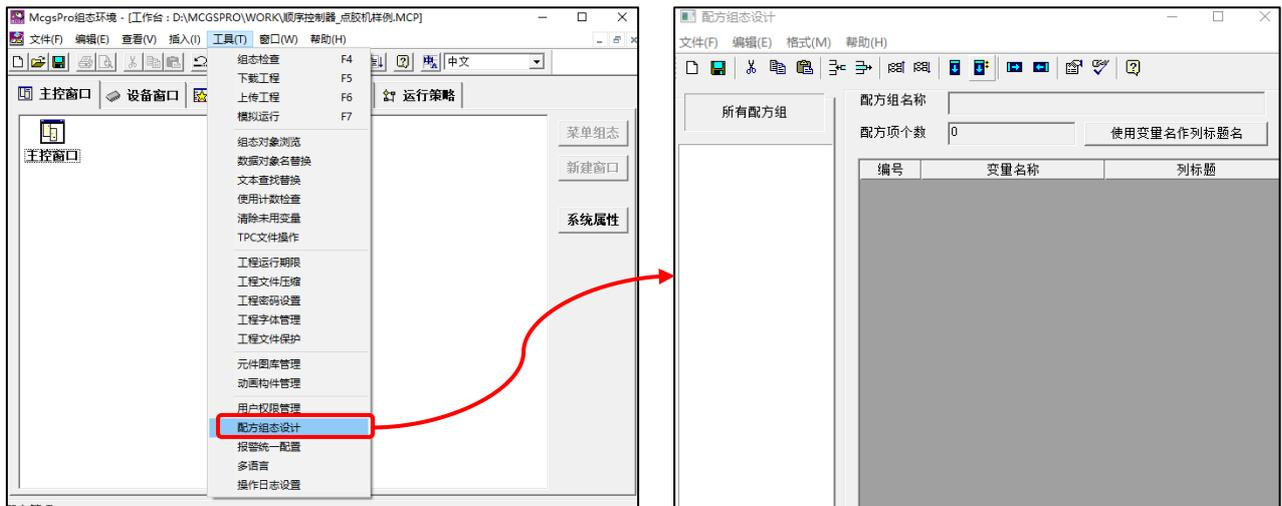

图 8.4-3 进入配方组态设计
② 进入配方组态：如图 8.4-3，通过软件菜单栏“工具”→“配方组态设计”，进入配方组态设计界面